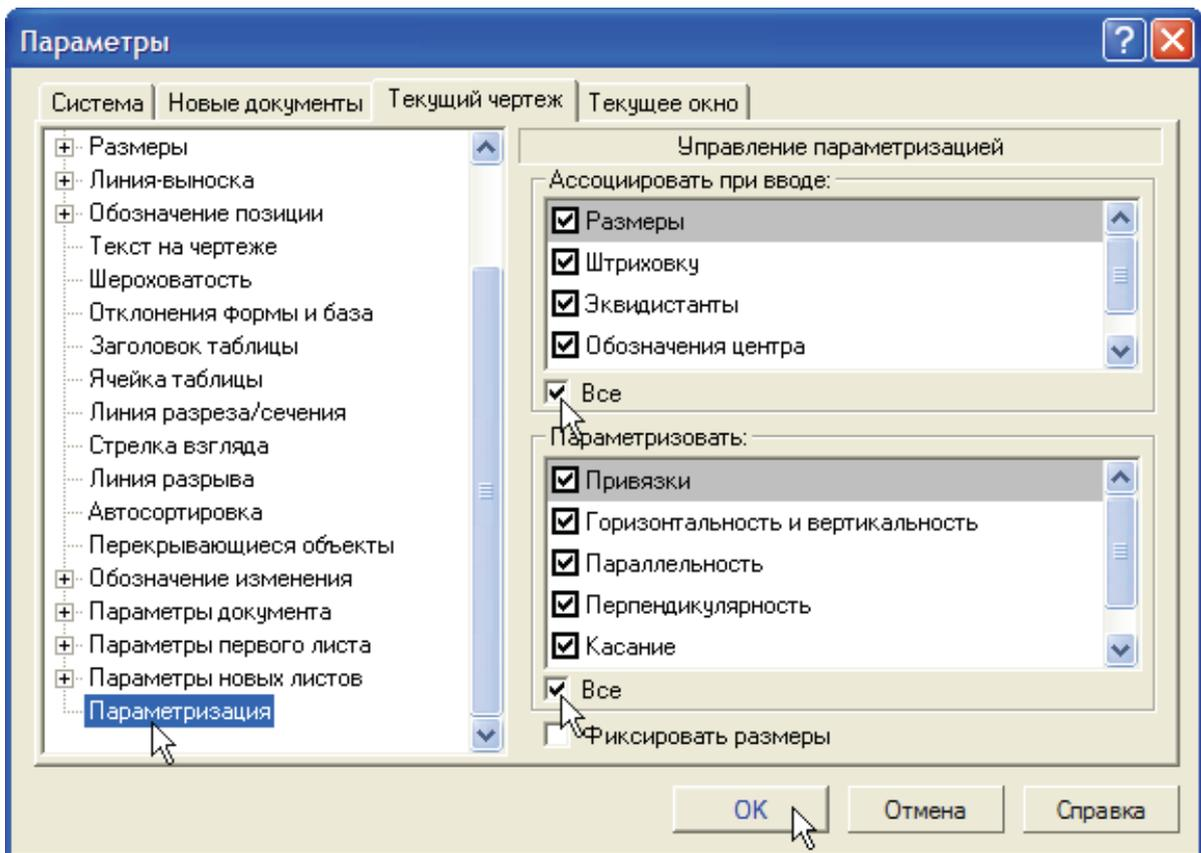

Рис. 8.6
- Вызвать команду **Сервис** – **Параметры**. На экране откроется диалоговое окно **Параметры** (рис. 8.6).
- На закладке **Текущий чертеж**, в левой части окна, сделайте текущей строку **Параметризация** (как указывает стрелка на рис. 8.6).